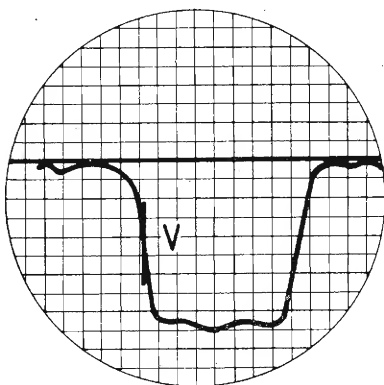

Fig. 10.25. - Curva di allineamento RF.
7) Regolare il compensatore in parallelo a quello di sintonia fine in modo da portare il segnale del marker V (portante video) al 50 % dell'ampiezza della curva di risposta, dal lato frequenza alta del generatore (fig. 10.25).